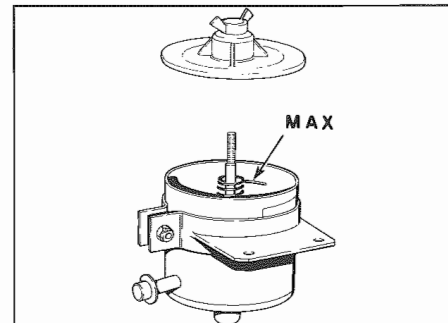

Fig. 1 - Livello max
- Riempire di olio (*) il serbatoio, posto sul lato destro del vano motore, fino alla tacca superiore (**Fig. 1**).
- Fill up with oil the tank(*), located on the right hand side of engine compartment, till upper mark (**Fig. 1**).